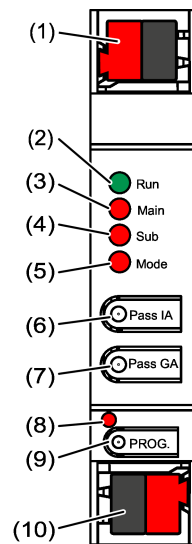

Bild 1: Frontansicht
- Busleitungen mit KNX Anschlussklemmen (siehe Bild 1) polungsrichtig anschließen.
- Übergeordnete Linie an der unteren Anschlussklemme (10) anschließen. Über diesen Anschluss wird das Gerät versorgt.
- Untergeordnete Linie an der oberen Anschlussklemme (1) anschließen.